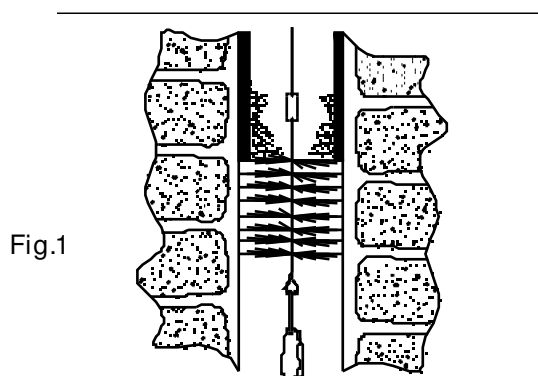

Fig.1
- b) Una vez desmontado el deflector tenemos acceso a la chimenea. Limpie el conducto de chimenea utilizando para ello un cepillo con una pesa como se describe en la fig. 1.